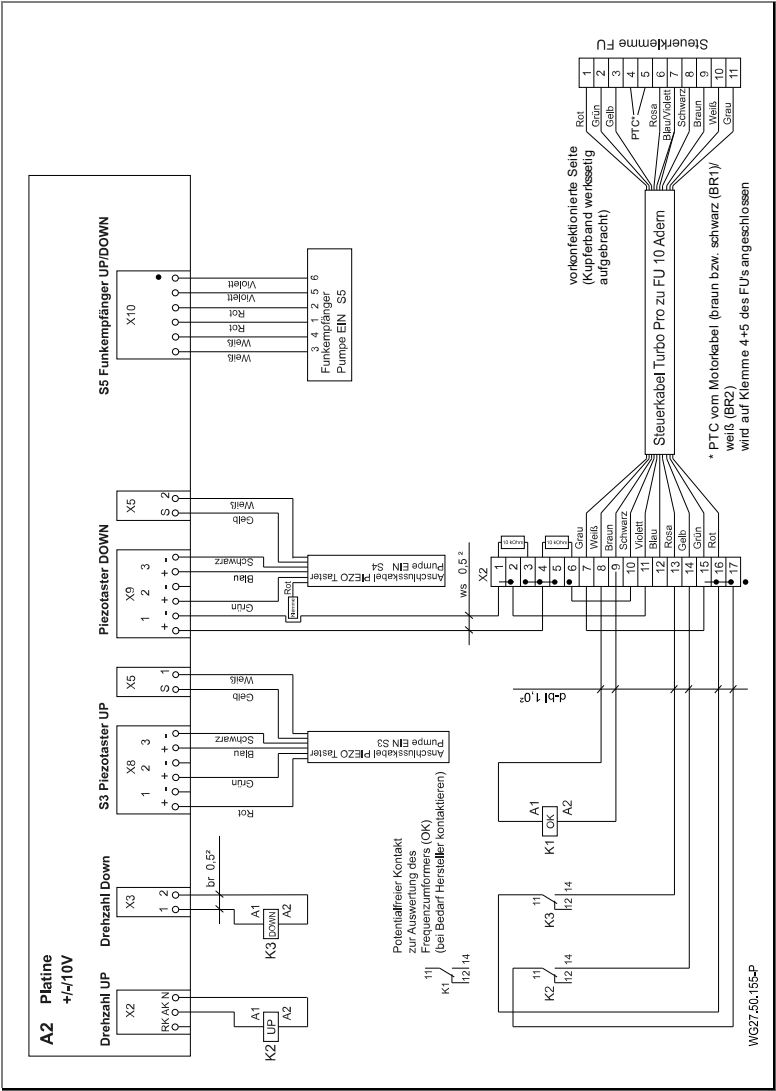

Abb. 19
14. Die Adern für den PTC (braun bzw. schwarz (BR1)/weiß (BR2)) sind nach Schaltplan zu verdrahten. Siehe "Abb. 19" auf Seite 36